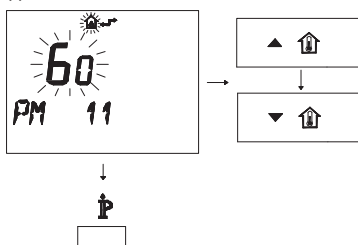

Рисунок 5.42
- Измените заданное значение при помощи кнопки  или  и подождите, пока заданная цифра не начнет мигать (Рисунок 5.42). Каждое изменение в сторону увеличения или уменьшения соответствует 1 секунде.